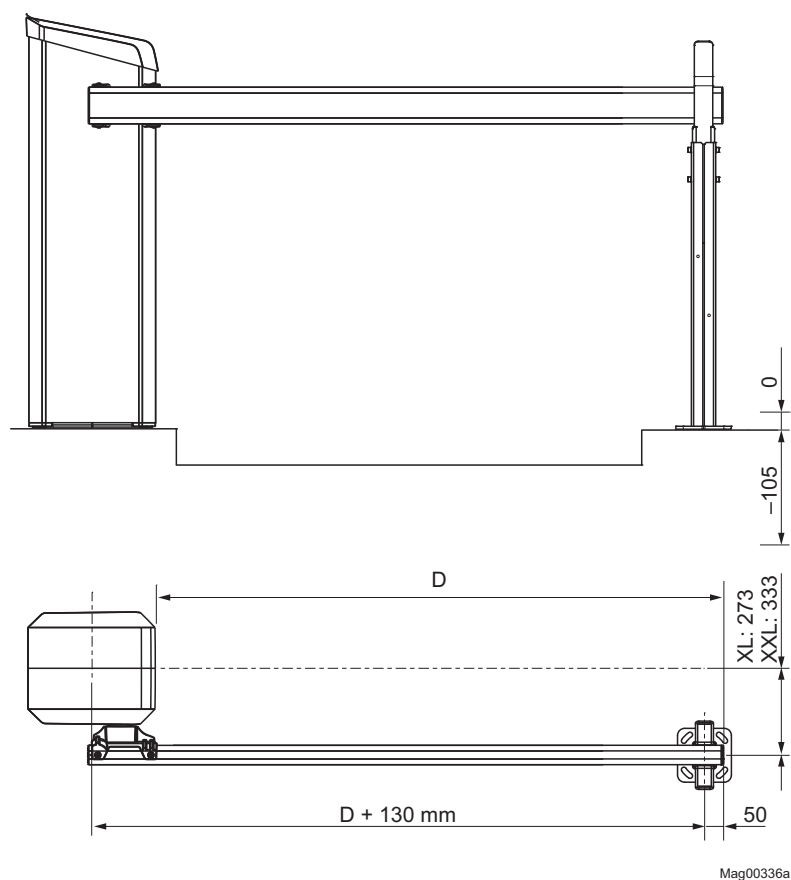

Fig. 16: Mål bomhus – stolpe (mål i mm)
- Plasser midten til stolpen med en avstand på 50 mm til toppen til bommen. → Se side 50, Fig. 16.